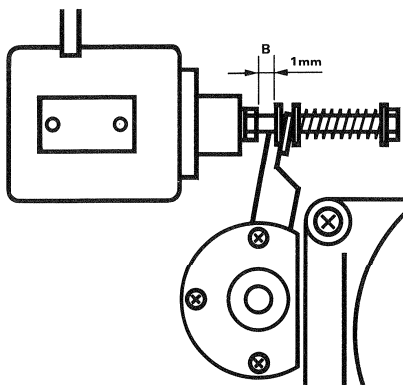

Fig. 4.3.-2
- An der Andruckrollen-Achse (oder an einem angebrachten Bolzen) einen Nylonfaden einhängen und mit einer Federwaage in Richtung A (Fig. 4.3.-1) ziehen, bis die Andruckrolle von der Tonwelle abhebt.
- Attach a nylon thread to the pinch roller shaft and attach a dial gauge to the other end of the thread. Pull dial gauge in the direction A (fig. 4.3.-1) until the pinch roller lifts off the capstan shaft. The dial gauge must read $13 \text{ N} \pm 1 \text{ N}$ ($1.3 \text{ kp} \pm 0.1 \text{ kp}$) ($2 \text{ lb } 14 \text{ oz} \pm 4 \text{ oz approx.}$).
- Par l'intermédiaire d'un fil de nylon fixé d'une part sur l'axe du galet presseur (éventuellement dévissez le couvercle de l'axe) et d'autre part à un dynamomètre. Tirez le bras dans la direction A (fig. 4.3.-1) jusqu'à ce que le galet presseur décolle de l'axe de cabestan. Le dynamomètre doit alors indiquer $13 \text{ N} \pm 1 \text{ N}$ ($1,3 \text{ kp} \pm 0,1 \text{ kp}$).
- Andruckkraft kontrollieren und wenn nötig mit Schraube C justieren. (Fig. 4.3.-2).
- Measure pinch roller force and adjust with screw C if necessary. (fig. 4.3.-2)
- Contrôlez la force d'appui et ajustez-la si nécessaire avec la vis C. (fig. 4.3.-2)